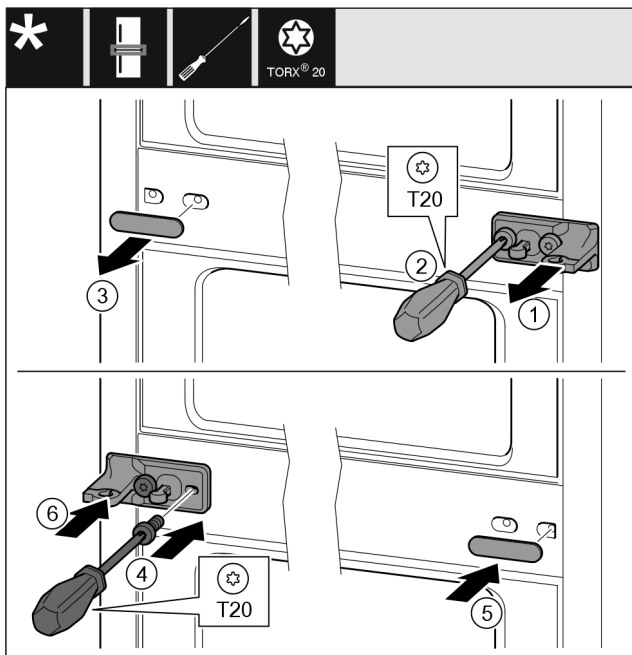

Fig. 12
- ▶ Αφαιρέστε τη ροδέλα Fig. 12 (1).
- ▶ Ξεβιδώστε τις βίδες Fig. 12 (2) με κατσαβίδι.
- ▶ Τραβήξτε προσεκτικά το κάλυμμα Fig. 12 (3).
- ▶ Βιδώστε το στηρίγμα με τη μεμβράνη Fig. 12 (4) περιστρέφοντάς το 180° στην άλλη πλευρά.
- ▶ Εφαρμόστε το κάλυμμα Fig. 12 (5) περιστρέφοντάς το κατά 180° στην άλλη πλευρά.
- ▶ Περάστε τη ροδέλα Fig. 12 (6) από μπροστά.